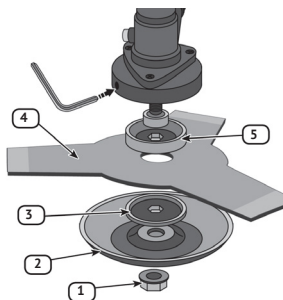

рис.5
#### 6.4 Установка режущего ножа (рис. 5)
- застопорив шпиндель, открутить гайку крепления ножа (рис.5 поз.1), поворачивая её по часовой стрелке (резьба левая);
- снять нижнюю крышку (рис.5 поз.2) и зажимной фланец (рис.5 поз.3) со шпинделя выходного редуктора;
- установить на шпиндель: опорный фланец (рис.5 поз.5), режущий нож (рис.5 поз.4), зажимной фланец и нижнюю крышку;
- убедиться, что режущий нож отцентрирован и ровно лежит на опорном фланце (рис.5 поз.3);
- застопорив шпиндель, открутить гайку крепления ножа (рис.5 поз.1), поворачивая её по часовой стрелке;
- снять нижнюю крышку (рис.5 поз.2), зажимной фланец (рис.5 поз.3) и нож, если установлен, со шпинделя выходного редуктора;